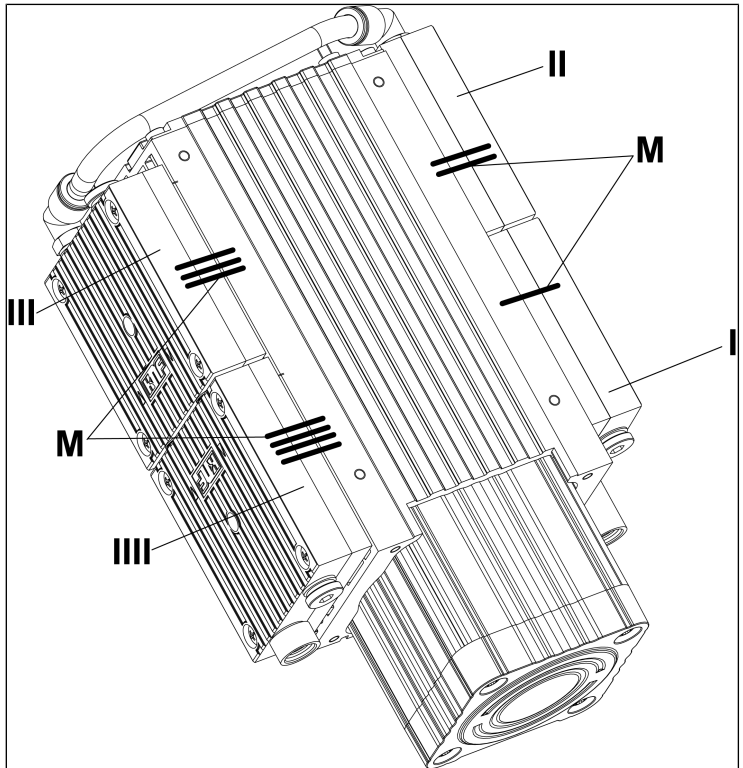

Fig. 8: Marcado de la bomba
3. Cabezal 1 (I/ Fig. 8):
4. Cabezal 2 (II/ Fig. 8):
5. Cabezal 3 (III/ Fig. 8):
6. Cabezal 4 (IIII/ Fig. 8):
5. Colocar la tapa del cabezal (**5**/Fig. 11) en la placa intermedia (**2**/Fig. 11) conforme a las marcas de rotulador (**M**/Fig. 8).
5. Realizar los pasos 6-8 (desmontar el cabezal de la bomba), así como los pasos 1-6 (cambiar las placas de válvula y montar las placas intermedias) y los pasos 1-4 (cambiar las membranas y montar el cabezal de la bomba) para los cabezales 3 y 4 (III y IIII/ Fig. 8).